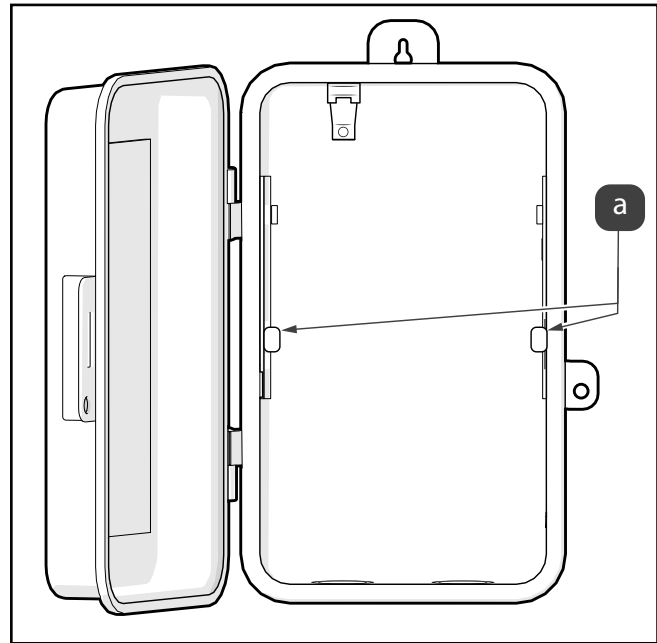

Figura 10. Ubicación de las orejetas de retención de Intermatic®
4. Haga descender el chasis de AquaLink TCX en la caja Intermatic® vacía y deslice debajo de las orejetas de retención; consulte la Figura 10 (a)